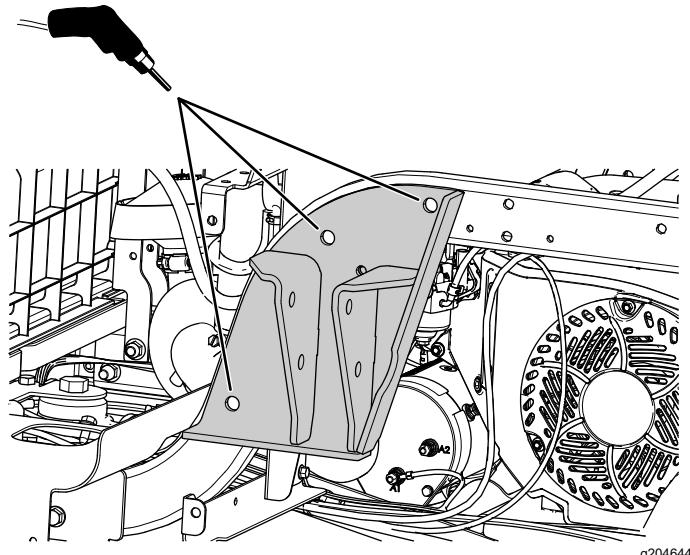

**Рисунок 20**
- Совместите кронштейн ROPS с 2 отверстиями позади основания сиденья и отверстием впереди балки рамы, как показано на Рисунок 20.
3. Разметьте расположение отверстий на кронштейне ROPS (Рисунок 20).